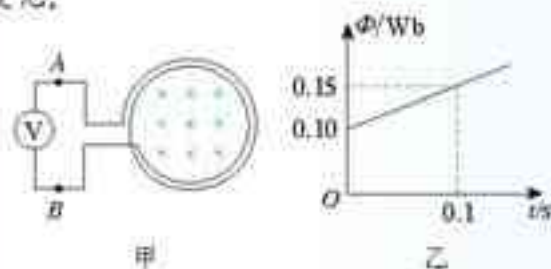

图 4.5-4 电压表读数是多少?
2. 如图 4.5-4 甲, 100 匝的线圈 (为表示线圈的绕向, 图中只画了 2 匝) 两端 A 、 B 与一个电压表相连。线圈内有指向纸内方向的磁场, 线圈中的磁通量在按图乙所示规律变化。